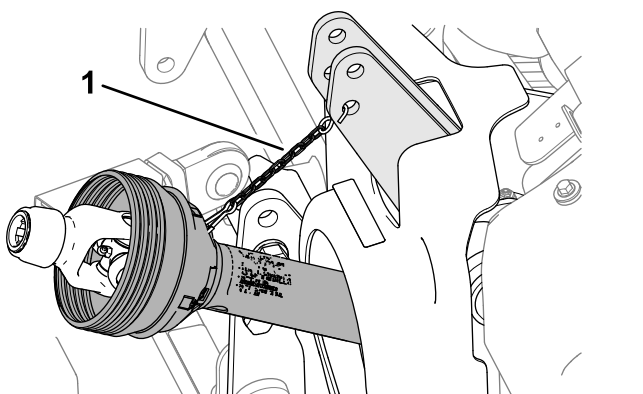

Рисунок 51
- Используйте предохранительную цепь щитка для удерживания ведущего вала механизма отбора мощности, подсоединив цепь между щитком механизма отбора мощности и машиной (Рисунок 51).